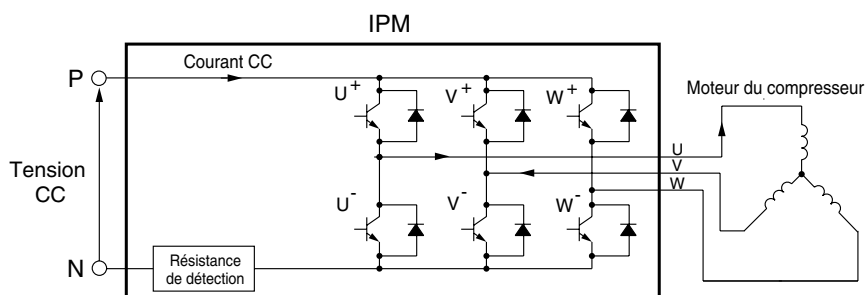

Fig. 6-6
(1) Active les transistors U^+ et V^- du bloc d'alimentation, afin que le courant passe dans les bobines du moteur comme indiqué dans la Fig. 6-6.
(2) Varie le temps de mise en MARCHÉ du transistor U^+ en fonction du niveau de tension CC et le démarrage est contrôlé afin que le courant de démarrage soit d'environ 10A.